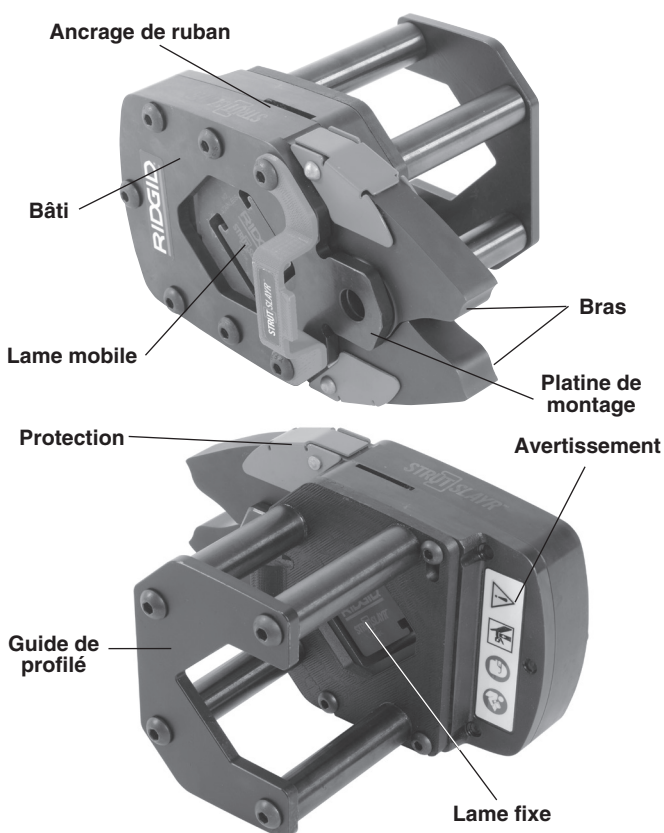

Figure 1 – Cisaille de chemins de câble STRUTSLAYR
- Son assemblage et intégralité (*Figure 1*),
- La présence et lisibilité de l'avertissement indiquée à la *Figure 1*,